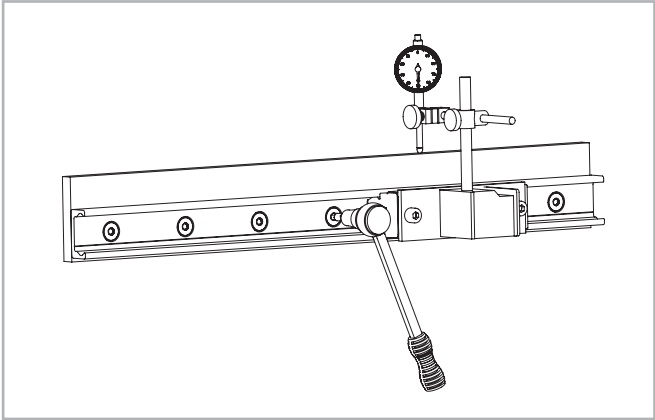

Fig. 160
(2) Instalar un reloj comparador para medir el desplazamiento de la guía respecto a la línea de referencia. Posicionar el cursor en el centro de la guía y poner a cero el reloj comparador. Mover el cursor hacia adelante y hacia atrás entre cada uno de los dos agujeros y alinear cuidadosamente la guía. Ahora apretar los tres tornillos en el centro de esta área con el par de apriete específico, véase Fig. 160.
(3) Ahora posicionar el cursor en uno de los extremos de la guía y alinear cuidadosamente la guía en el cero del reloj comparador.